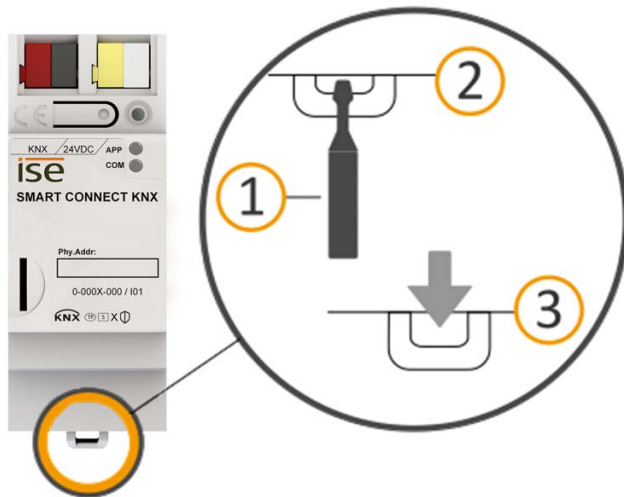

Abbildung 34: Gerät von Hutschiene lösen
1. Führen Sie einen Schraubendreher (siehe Abbildung 34, Pos. 1) in den Lösehebel (siehe Abbildung 34, Pos. 2) und schieben Sie den Lösehebel nach unten (siehe Abbildung 34, Pos. 3).